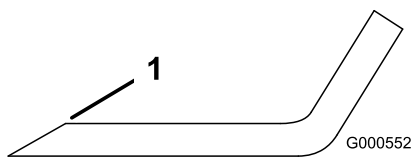

Figura 65
1. Affilate i taglienti da entrambe le estremità della lama con una lima (Figura 65).
Nota: Se la lama non è bilanciata, limate del metallo soltanto dalla costa (Figura 65).